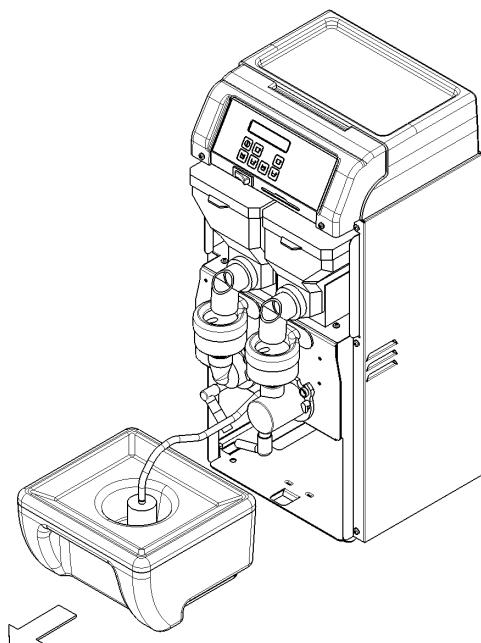

Bild 2
- 3** Ziehen Sie den im unteren Teil des Rahmens befindlichen Behälter heraus und füllen Sie ihn mit Mineralwasser oder Trinkwasser. Bringen Sie den Behälter wieder in seiner Aufnahme an und prüfen Sie, ob die Tauchleitung und der zugehörige Filter im Wasser eingetaucht sind. (Bild 2)